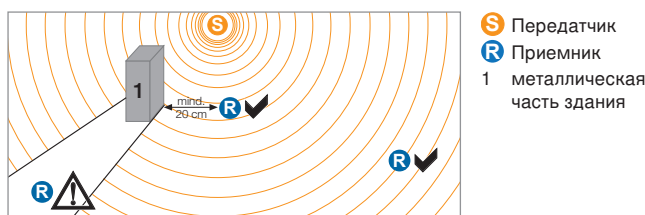

Рис. 2: Теневое радиопространство и расстояние от металлических предметов
- Не размещайте, по возможности, приемники в теневых радиопространствах металлических конструкций здания, не монтируйте приемники/передатчики за металлическими поверхностями или в металлических корпусах. Обратные стороны металлических частей здания, таких как опоры, балки перекрытий или огнестойкие двери, образуют теневое радиопространство (см. рисунок 2). Смонтированные в таких теневых пространствах приемники не могут принимать прямые радиосигналы и их качество зависит от отраженных радиоволн.